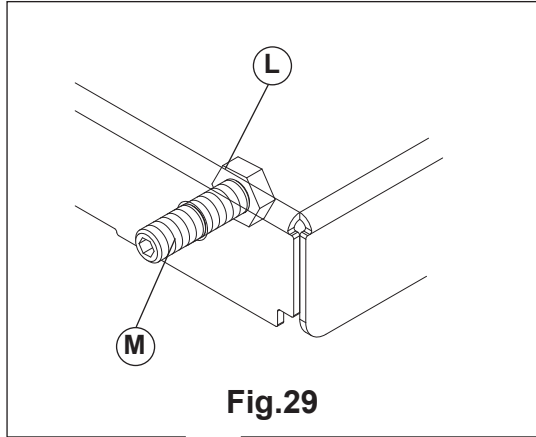

Fig.29
Se sulle pedane del sollevatore vengono montati piatti rotanti, è necessario, successivamente al montaggio dell'accessorio, compensare gli eventuali spazi vuoti con dadi (L) regolati mediante viti (M) (fig.29).
If the lift platforms have rotating plates assembled, after assembly of the accessory, you must compensate any empty spaces with nuts (L) adjusted using screws (M) (fig.29).
Wenn Drehplatten an den Plattformen der Hebevorrichtung montiert werden, müssen nach dem Anbringen des Zubehörs, eventuelle Leerräume mit die Mutter (L) befestigen ausgeglichen werden, die mit Schrauben (M) eingestellt sind (abb.29).
Si les plates-formes de l'élévateur sont équipées de platines rotatives, il faudra compenser les éventuels espaces vides au moyen des écrous s(L) à régler avec les vis (M) après que l'accessoire sera monté (fig.29).
Si en las plataformas del elevador se montan platos giratorios, es necesario, después del montaje del accesorio, compensar los eventuales espacios vacíos con las tuercas (L) reguladas mediante tornillos (M) (fig.29).